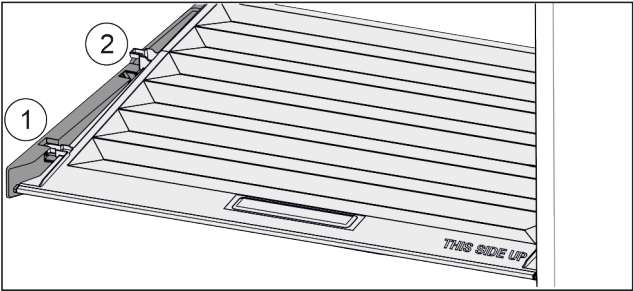

Fig. 94
► Deslice la tapa hacia delante hasta la abertura de las piezas de sujeción Fig. 94 (1).
► Levántela por detrás desde abajo y retírela tirando hacia arriba Fig. 94 (2).